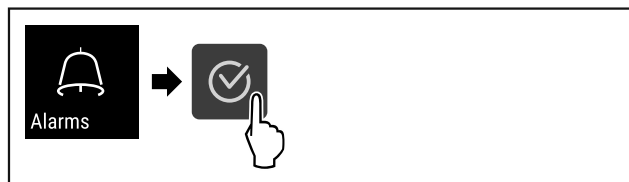

Fig. 108
- ▶ Выполните шаги действия (см. Fig. 108) .